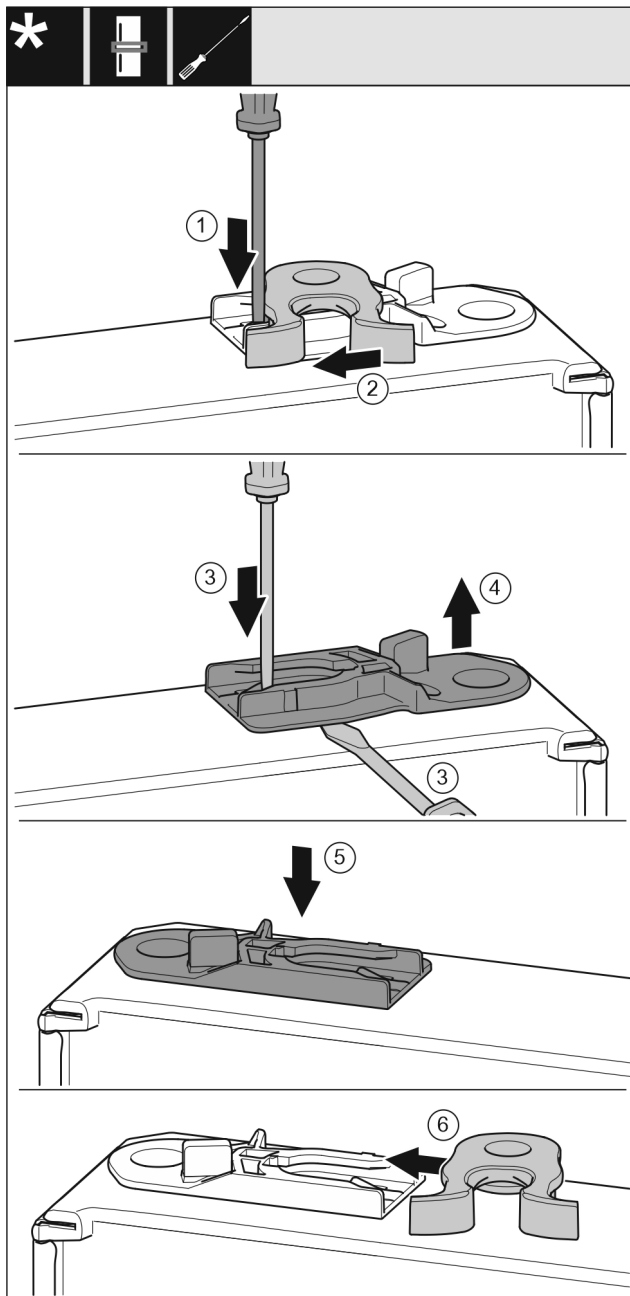

Fig. 18
- ▶ Dolna strona drzwi wskazuje do góry: Obrócić drzwi. Fig. 18 (1)
- ▶ Nakładkę wcisnąć w dół przy pomocy śrubokręta. Fig. 18 (1)
- ▶ Hak zamykający wyjąć z prowadnicy. Fig. 18 (2)
- ▶ Wyjąć tuleję prowadzącą: Nakładkę wcisnąć przy pomocy śrubokręta i jednocześnie przesunąć śrubokrętem pod tuleję prowadzącą. Fig. 18 (3, 4)
- ▶ Tuleję prowadzącą, objętą zakresem dostawy wsunąć po drugiej stronie obudowy. Fig. 18 (5)
- ▶ Hak zamykający wsunąć do prowadnicy. Fig. 18 (6)